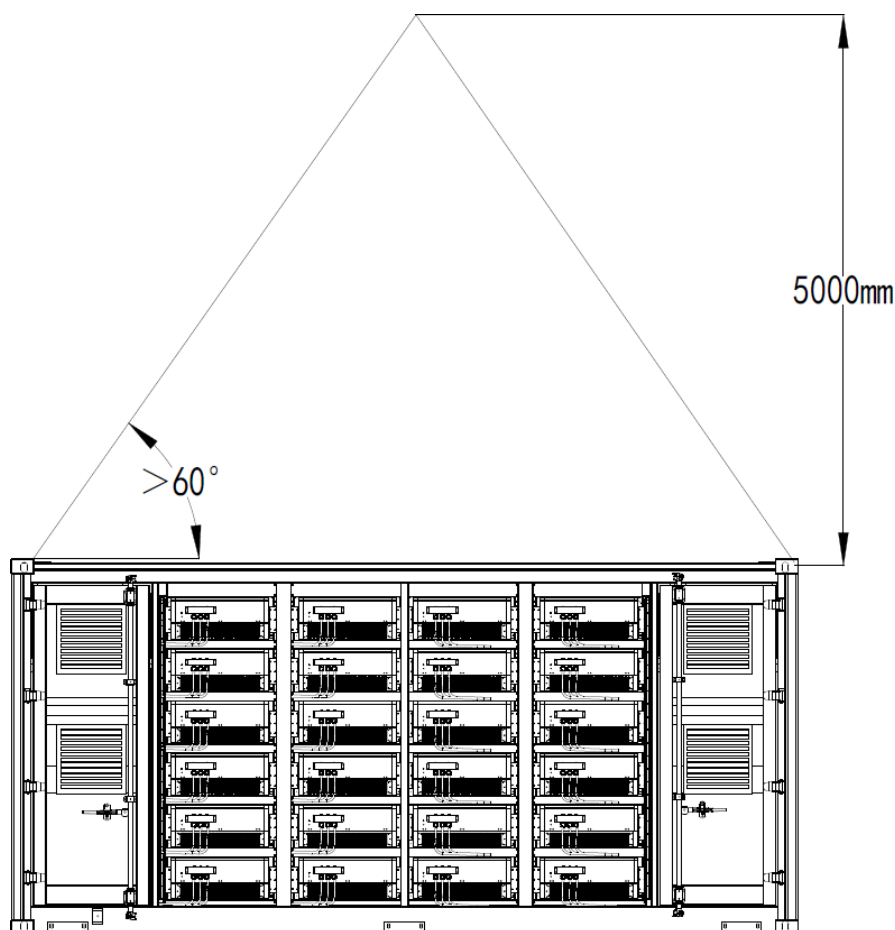

Figura 4-4 Diagrama esquemático de la manipulación con grúa
- La eslinga utilizada deberá tener una capacidad de carga superior a 10 toneladas y una longitud de más de 6,5 metros. Se utilizarán cuatro eslingas, una fijada a cada esquina del contenedor PCS. El ángulo entre cada eslinga y el equipo no debe ser inferior a 60° (Figura 4-4), y la capacidad de carga total de las cuatro eslingas debe ser de al menos 40 toneladas.